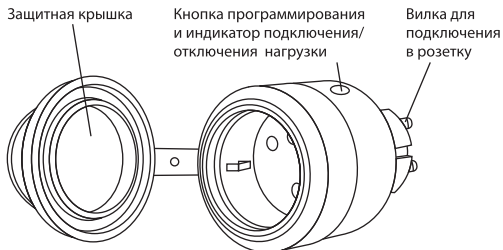

Рисунок 2. Внешний вид приемника РЗК
6.5. Для подключения приемника P3K к передатчику его нужно перевести в режим программирования. Для этого необходимо нажать и удерживать кнопку программирования более 1 секунды (рисунок 2), при этом начинает моргать светодиод в кнопке.
6.9. Ручное включение/выключение приемников. Приемники РЗК можно при необходимости включить/выключить в ручном режиме при помощи кратковременного нажатия на кнопку программирования (рисунок 2). Данную функцию можно использовать при возникновении